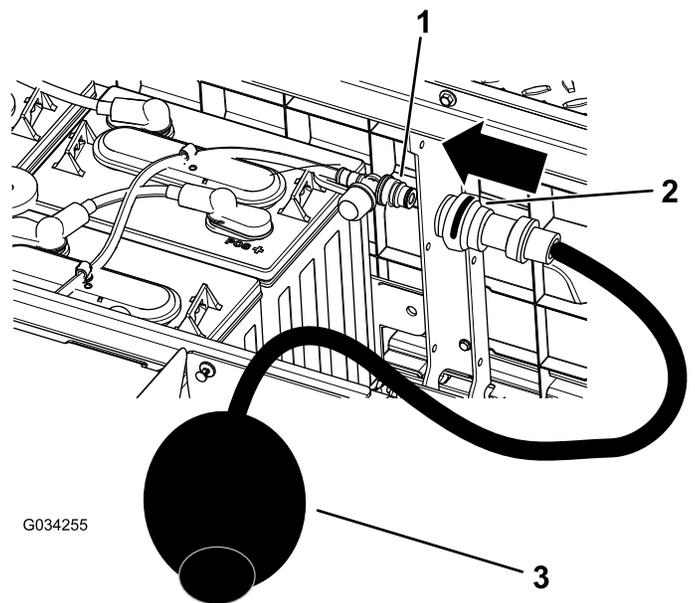

Bild 40
- Schließen Sie die Wasserhandpumpe von Toro an den Wasserfüllanschluss an (Bild 40).